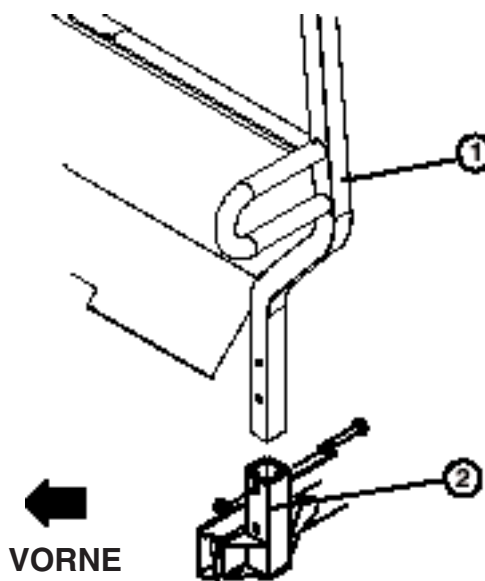

Bild 6
Montieren des Überrollbügels (Bild 6)
1. Setzen Sie jede Seite des Bügels in die Befestigungshalterungen auf jeder Seite des Fahrzeugrahmens ein. Positionieren Sie den Überrollbügel wie in Bild 6 dargestellt.